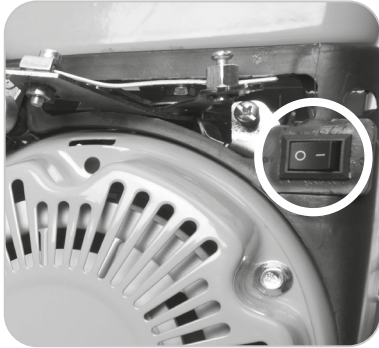

Abb. 8
- Drücken Sie den Wippschalter für die Motorzündung auf die Position „ON“ (I). **(Abb. 8)**